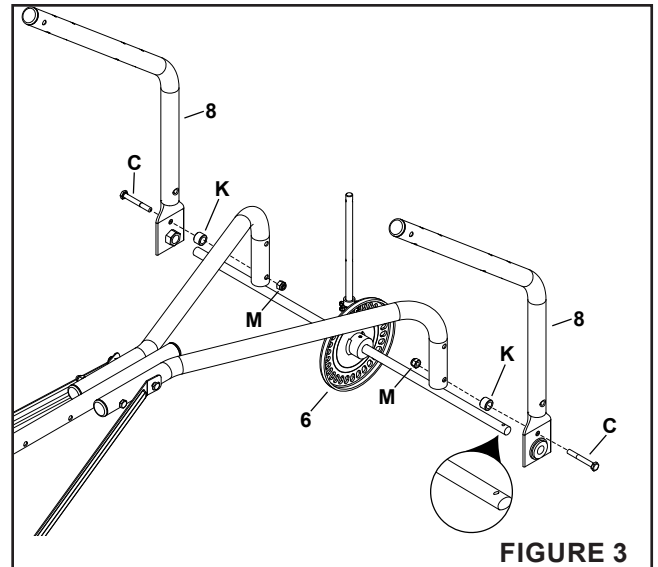

FIGURE 3
Étape 3: (Voir la figure 3)
1. Assemblez l'ensemble de l'arbre d'essieu (6) et les tubes de trémie (8) aux tubes de support d'attelage, comme illustré, à l'aide de deux boulons hexagonaux de 1/4 po x 2 po (C), d'entretoises (K) et d'écrous autofreinés 1/4 po (M). Ne serrez pas complètement.